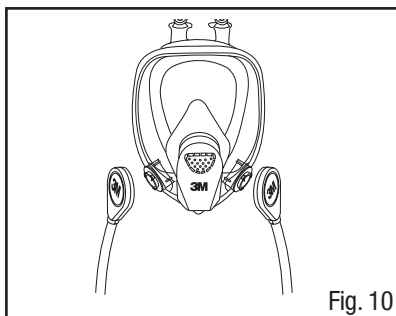

Fig. 10
1. Segure a peça facial na sua frente de modo que o logo 3M fique voltado para você. Alinhe os dois ramos da traquéia sobre os dois suportes de baioneta na peça facial (Fig. 10). Para Traquéias 3M™ SA-1500 ou SA-1600, certifique-se de que o logotipo 3M na traquéia e na peça facial estejam ambos voltados para você. Para Traquéias 3M™ SA-2500 ou SA-2600, certifique-se de que o logotipo 3M na traquéia está virado na direção oposta ao logotipo 3M na peça facial.